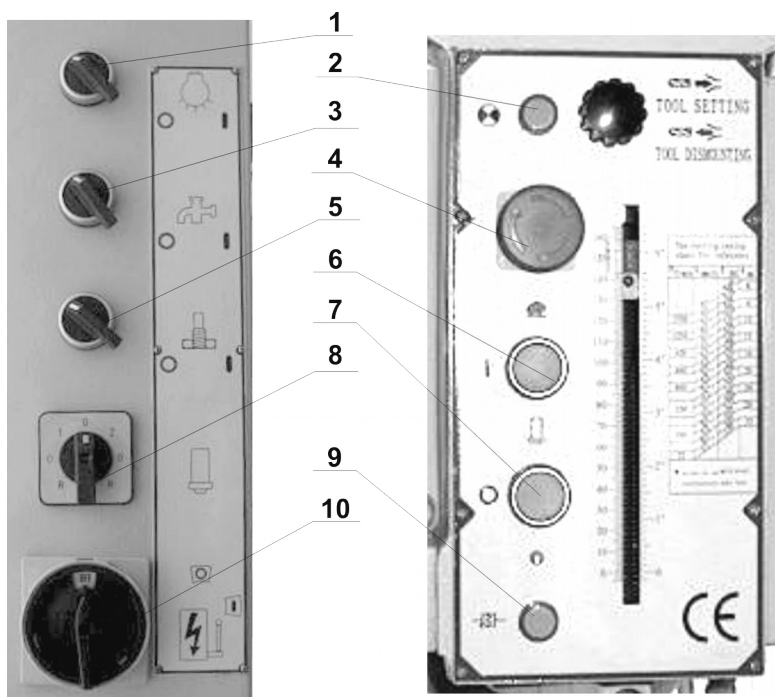

Рисунок 6.
5.2. Элементы управления электрооборудованием станка(См. рис. 6.).
Положение переключателя режимов двигателя. (8 рис. 6.)	Положение ручек для переключения скорости вращения шпинделя.(см. рис. 7)